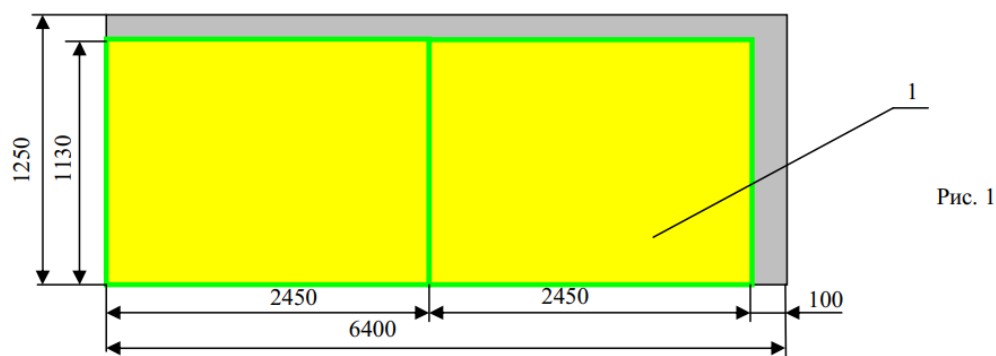

Рис. 1
1. Лист раскраивают с учетом изготовления деталей одного размера - однонаименования (пример: рис.1).